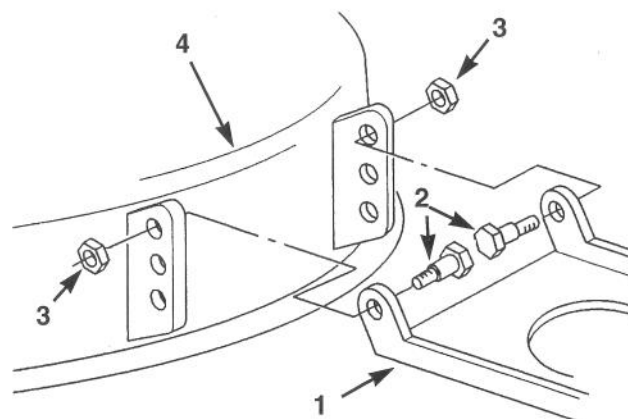

Bild 53
11. Wenn sich die 6,4 bis 15,8mm Neigung vorne-hinten nicht durch Drehen der Neigungseinstellmutter realisieren läßt, die Mähwerk-Gelenkaufhängungen am Mähwerk verlagern (Bild 53).
12. Die Ansatzschrauben und Sperrmutter vom Mähwerk abziehen (Bild 53).
13. Das Mähwerk in eine tiefere Lochstellung am Mäheraufhängegelenk einrasten und die Ansatzschrauben und Sperrmutter wieder einsetzen (Bild 53).